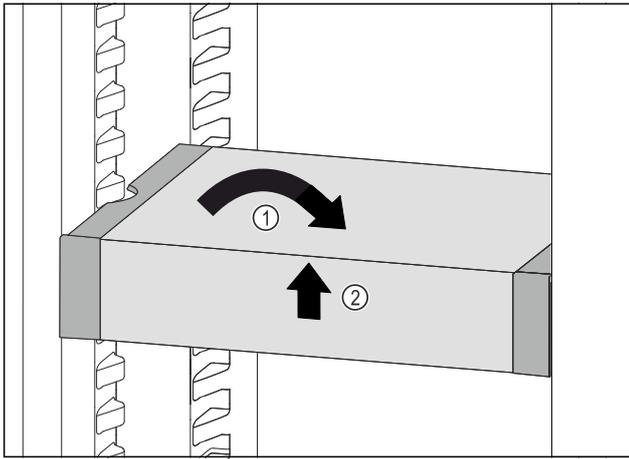

Fig. 79
- ▶ Coloque el VarioSafe en posición recta. Fig. 79 (1)
- ▶ Levante el VarioSafe por la parte delantera. Fig. 79 (2)